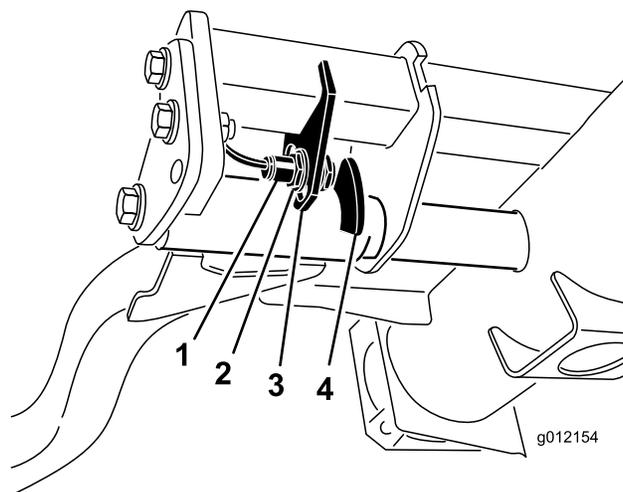

Figure 31
- Le contacteur des bras de relevage se trouve sous le réservoir hydraulique, derrière le bras de relevage avant droit (Figure 31).
- Desserrez les vis de fixation du contacteur (Figure 31) et abaissez le contacteur pour augmenter la hauteur du changement de direction des bras de relevage ou élevez-le pour réduire la hauteur du changement de direction. Serrez les vis de fixation.